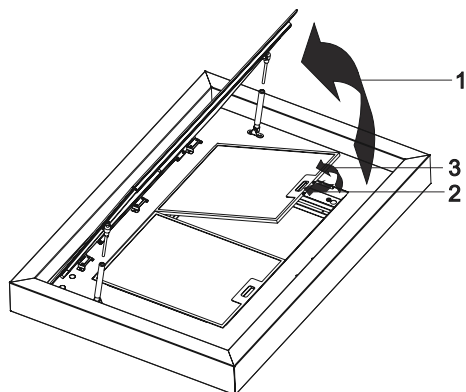

Abb. 11
1. Öffnen Sie das Randabsaugungsglas. (Abb. 11/ 1)
Öffnen Sie das Schloss des Metallfettfilters (Abb. 11/ 2) und entnehmen Sie den Metallfettfilter, indem Sie ihn nach oben ziehen. (Abb. 11/ 3)